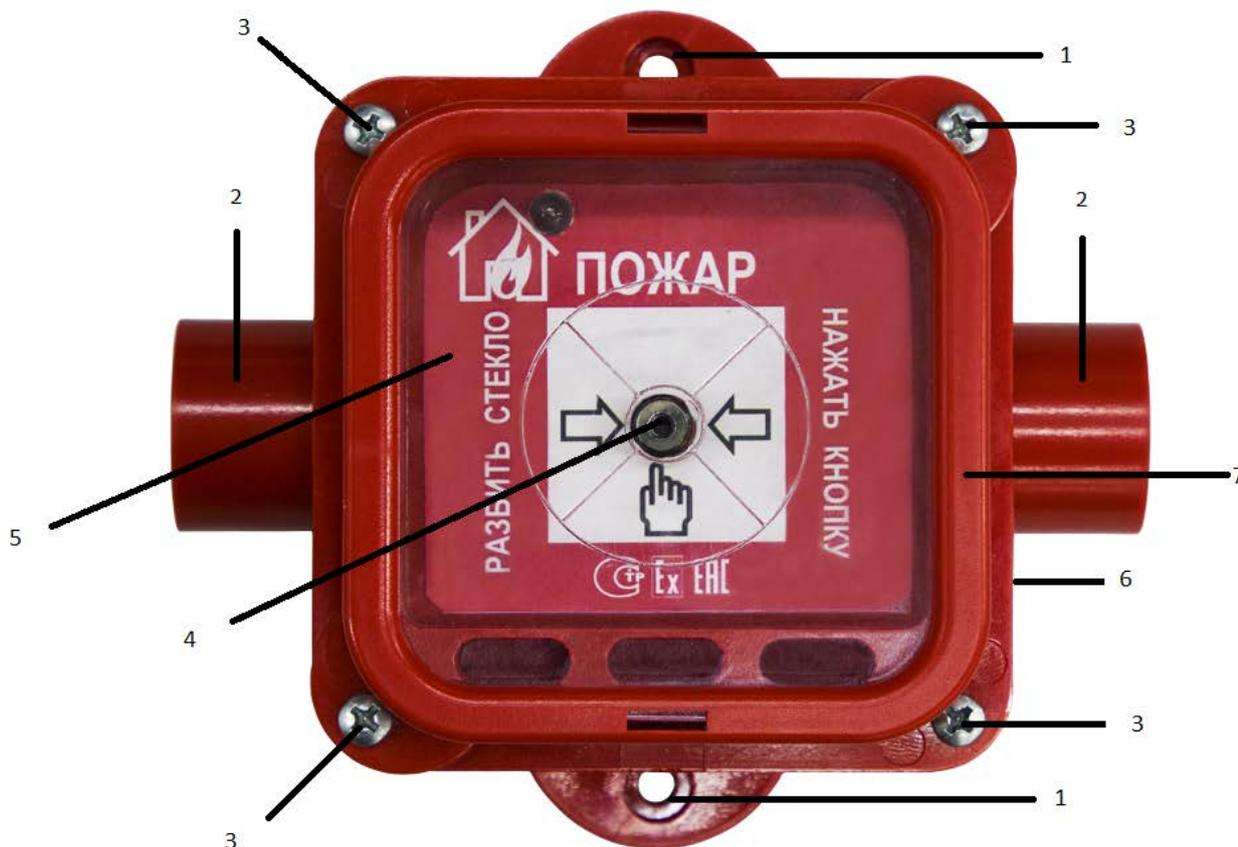

Рисунок 1 – Внешний вид извещателя
- Разбить защитное стекло, рис. 1;
- вернуть специальный ключ в приводной элемент и вытянуть его, извещатель перейдет в режим «Дежурный», рис. 1.;